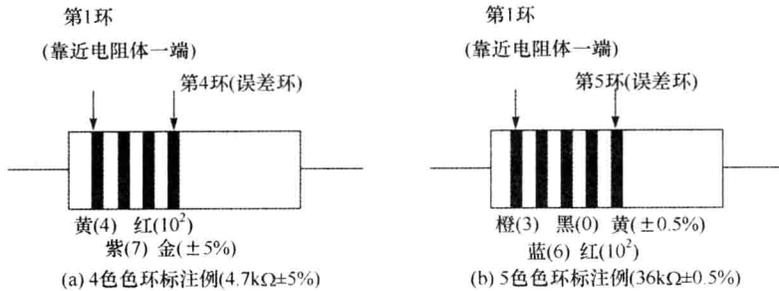

图 1-1-6 题 1-1-25 解
(2) 1/8W 功率以下碳膜电阻的阻值常采用四色色环标注法,其范例如图 1-1-6(a)所示。
(3) 1/8W 功率以下金属膜电阻的阻值常采用五色色环标注法,其范例如图 1-1-6(b)所示。